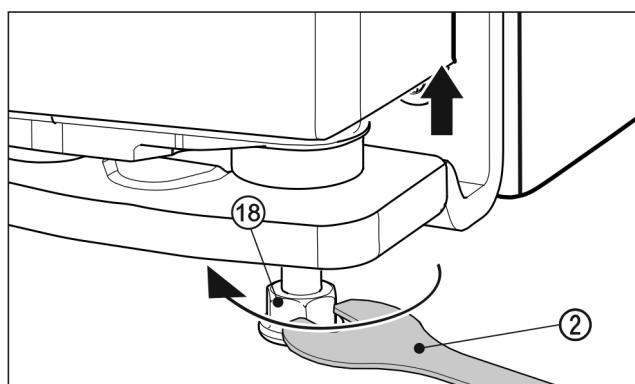

Fig. 25
- ▶ K nadzdvihnutí dvířek vyšroubujte seřizovací nožku Fig. 25 (18) přiloženým rozvidleným klíčem Fig. 25 (2) směrem doprava, až se dotkne země. Poté otáčejte dál, až budou dvířka ve správné výšce. V dodaném stavu je ložiskový čep zcela zašroubován.